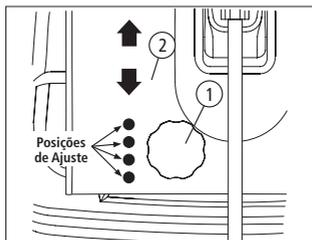

Fig. 11
Gire o manípulo (1) para a esquerda e o remova. Deslize o assento para frente e para atrás e insira novamente o manípulo (1) em uma das quatro posições disponíveis na base do assento e dentro do assento. Em seguida, aperte ambos seguramente. Confirme se o assento está fixo na posição antes de operar o equipamento, [Fig. 11].